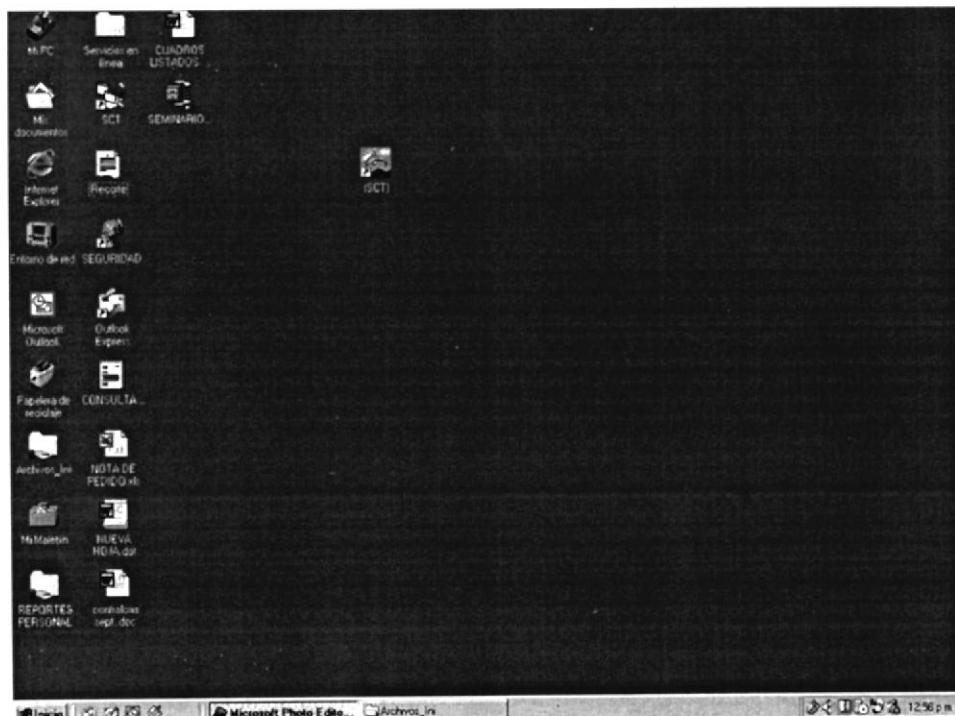

Figura 4.2 Pantalla Escritorio de Windows
4. El sistema operativo Windows 95 o Windows 98 dependiendo de cual tenga instalado, empezará a cargarse. Aparecerá una pantalla similar esta (ver figura 4.2)